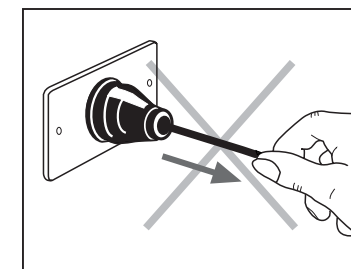

Fig. 2
• Ne tirez pas sur le cordon d'alimentation ou sur l'appareil pour retirer la fiche de la prise de courant (Fig. 2)